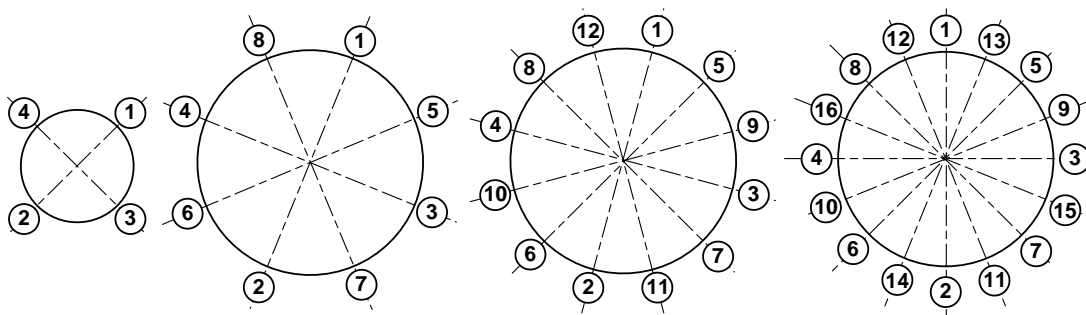

Рис. 4. Очередность затяжки гаек на фланцах.
- 3.2.4.4. Затяжка гаек при установке ЭМР (имитатора) в трубопровод должна производиться в очередности, обозначенной на рис.4, динамометрическим ключом с крутящим моментом не более, указанного в табл.2. **В случае превышения усилия затяжки возможно повреждение ППР, вызывающее протечку жидкости во внутреннюю полость ЭМР.**